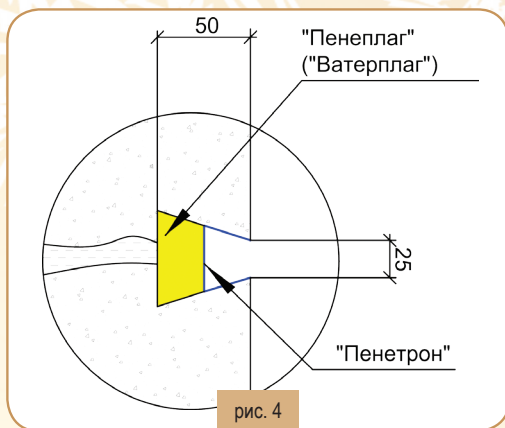

рис. 4
2. Приготовить необходимое количество раствора материала «Пенетрон». Обработать им внутреннюю полость течи (рис. 4).